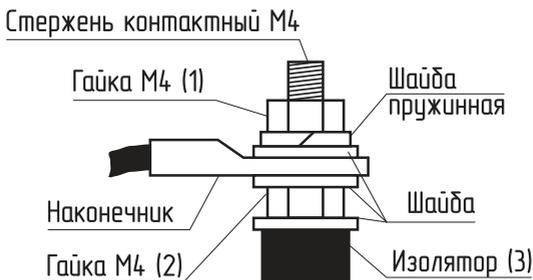

Рис.7 Присоединение проводов к выводам блок ТЭН
- При замене блок ТЭН присоединение фазных проводов к выводам блок ТЭН производить согласно **рис.7**. Сечение кабеля указано в таблице 1;
- Провод нейтраль «N» подключить на перемычку блока ТЭН (**рис.7**).